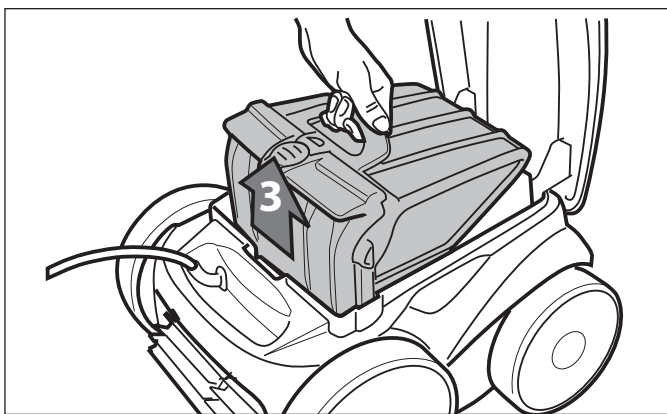

Figure 22. Retirer l'assemblage du filtre
6. Enlever l'ensemble du filtre du corps (3), comme illustré à la Figure 22.